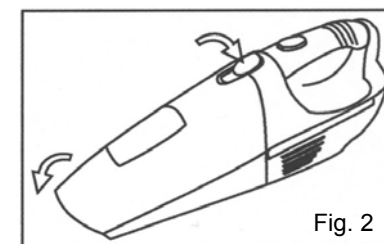

Fig. 2
1. Pour ouvrir le compartiment de la coupelle, appuyez sur son bouton de relâche et retirez-le. (fig. 2)